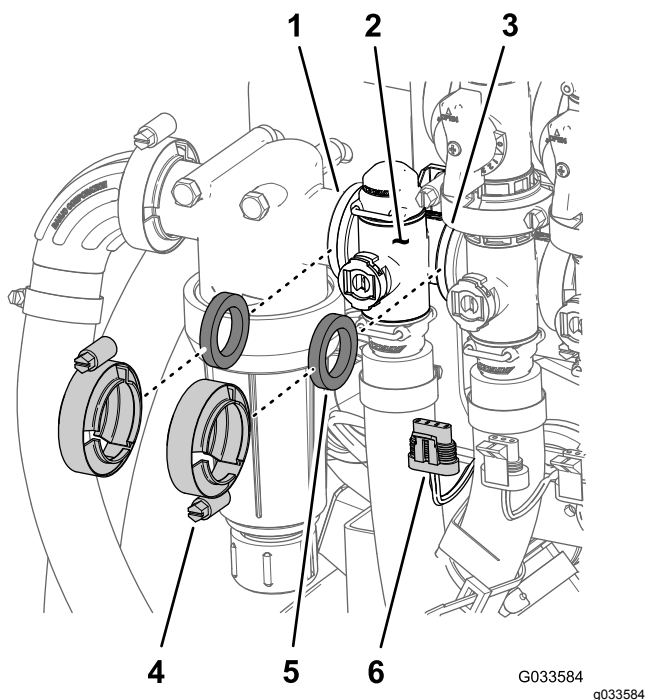

Рисунок 113
1. Снимите два фланцевых хомута и две прокладки, с помощью которых коллектор клапана управления нормой внесения (Рисунок 113) крепится к фильтру линии нагнетания и клапану перемешивания.